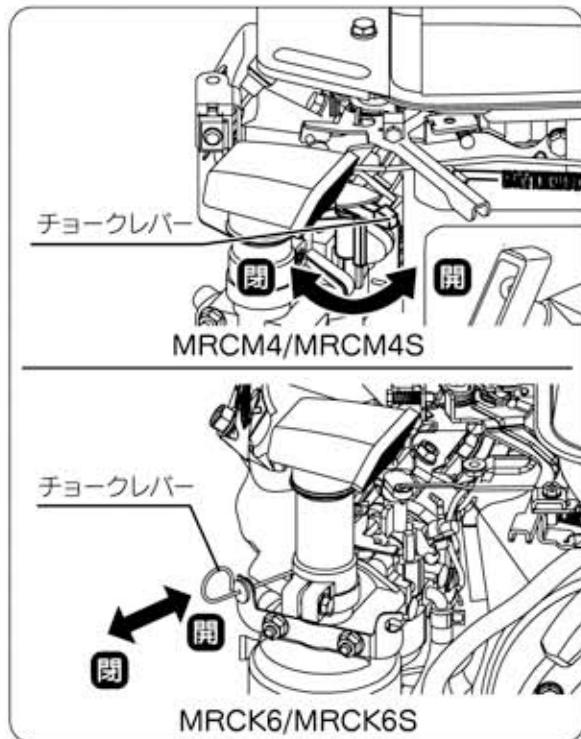

図26
- ⑤ 外気温がおよそ15°C以上のときには、チョーク操作は不要です。それ以外のときにはチョークレバーを【全閉】位置にします。一度暖まったエンジンを始動するときには、チョークレバーを【開】または【半開】位置にしてください。(図26)